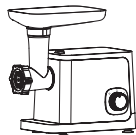

Рис. 7
- Установите на головку мясорубки (7) лоток для продуктов (6) (рис. 7).